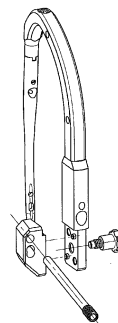

図 1
- 1) ロングネイル右を使用する場合はロッキングガイド(右)を、ロングネイル左の場合はロッキングガイド(左)を本体へ確実に装着し、つまみにて固定します。(図 1)